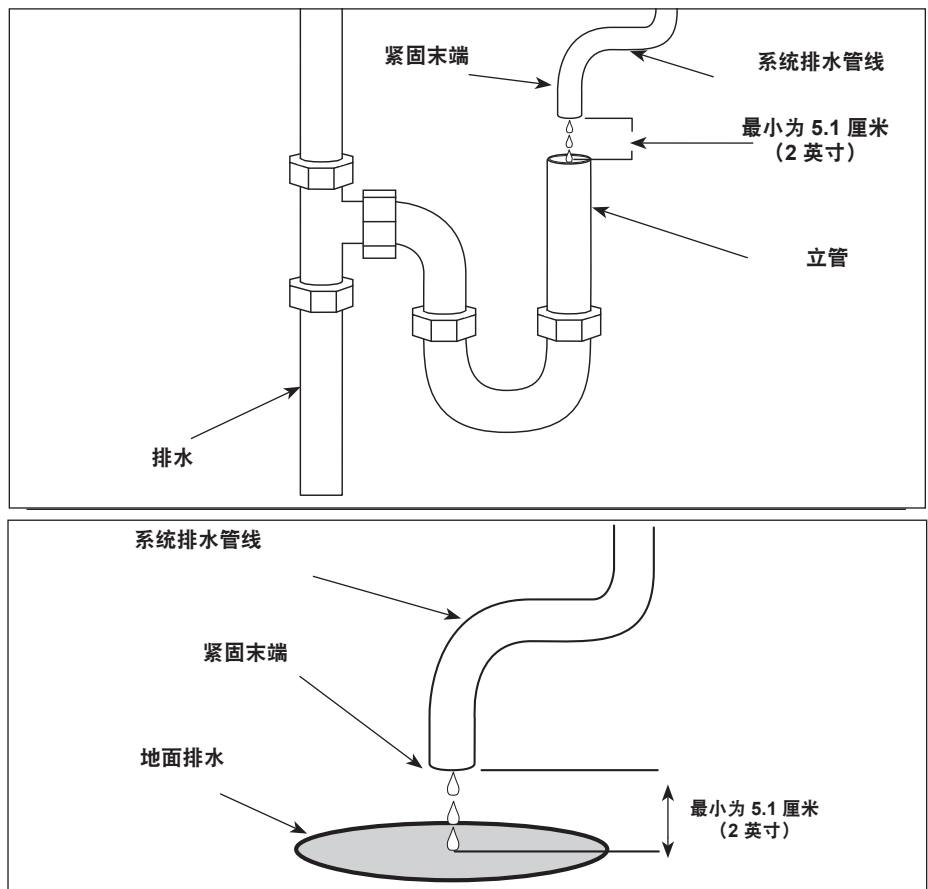

图 5. 排水管路配管
3. 将软管的另一端导至排水孔（图 5）。针对硬质排水管道，推荐使用 O 形圈密封接头（未随附）。
- 排水管路配管必须放置并固定于排水管上方至少 5.1 厘米（2 英寸）（图 5）。该气隙可防止排水口淤积时污染系统。